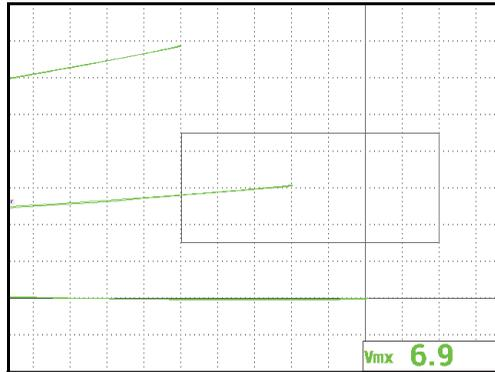

图 5-83 使用信号的垂直位置决定接受或拒绝样件
14. 将探头放置在不同的电导率样件上, 评价信号的垂直位置, 以做出接受或拒绝样件的决定 (参见第 174 页的图 5-83)。信号端点的垂直位置, 或称高度, 代表用于决定接受或拒绝样件的电导率值, 其水平位置代表提离。